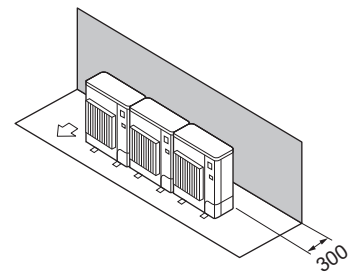

Abb. 2-9
- ① Hindernisse nur auf der Rückseite (Abb. 2-9)